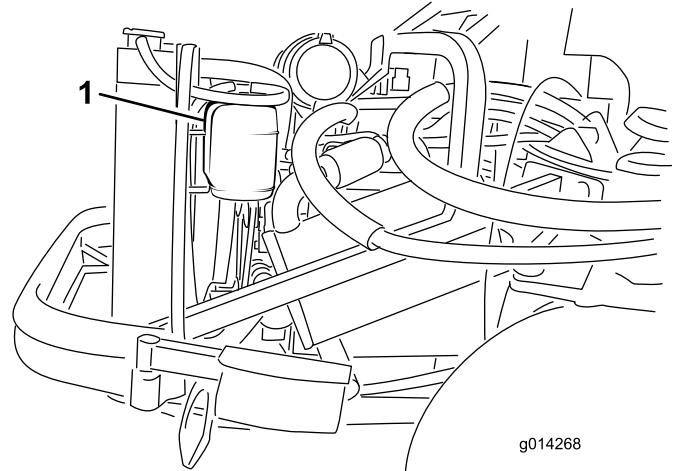

Figure 53
1. Vérifiez le niveau du liquide de refroidissement dans le vase d'expansion (Figure 53). Il doit se situer entre les repères qui figurent sur le côté du réservoir.